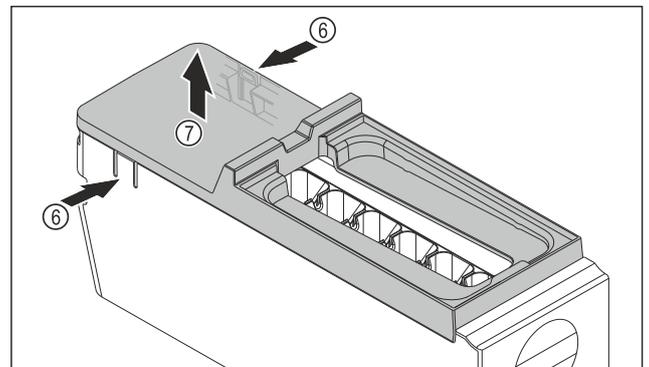

Fig. 86
- ▶ Abdeckung des EasyTwist-Ice-Körpers entnehmen: Laschen Fig. 86 (6) an den beiden Seiten des EasyTwist-Ice-Körpers mit einer Hand drücken.
- ▶ Abdeckung Fig. 86 (7) mit der anderen Hand nach oben entnehmen.